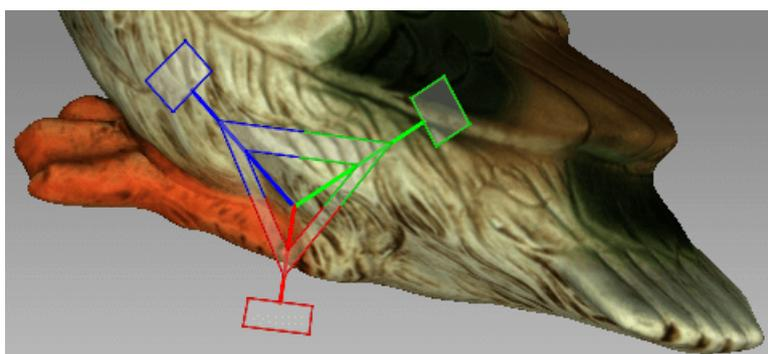

Рис. 9.45: Элемент управления в режиме масштабирования
- Переместите центр элемента управления (Рис. 9.45) или один из его круглых концов в окне *3D вида*.